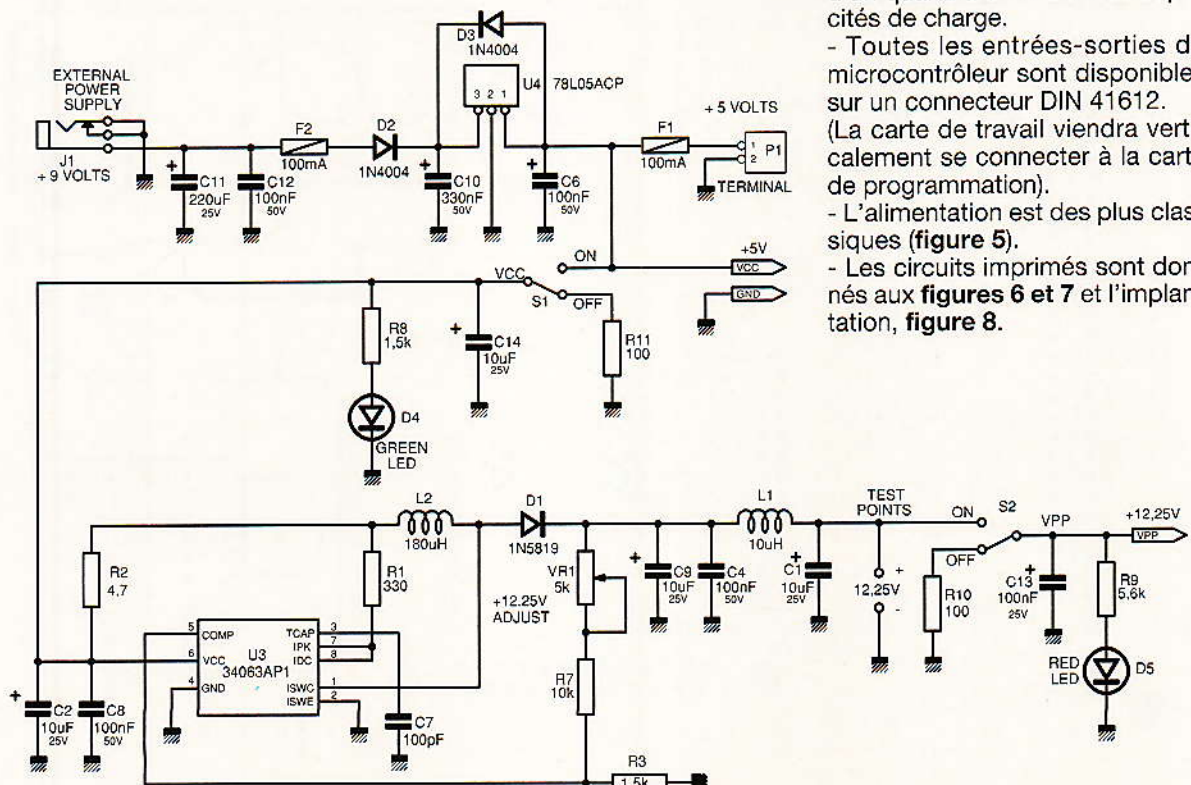

Figure 5
- L'alimentation est des plus classiques (figure 5).